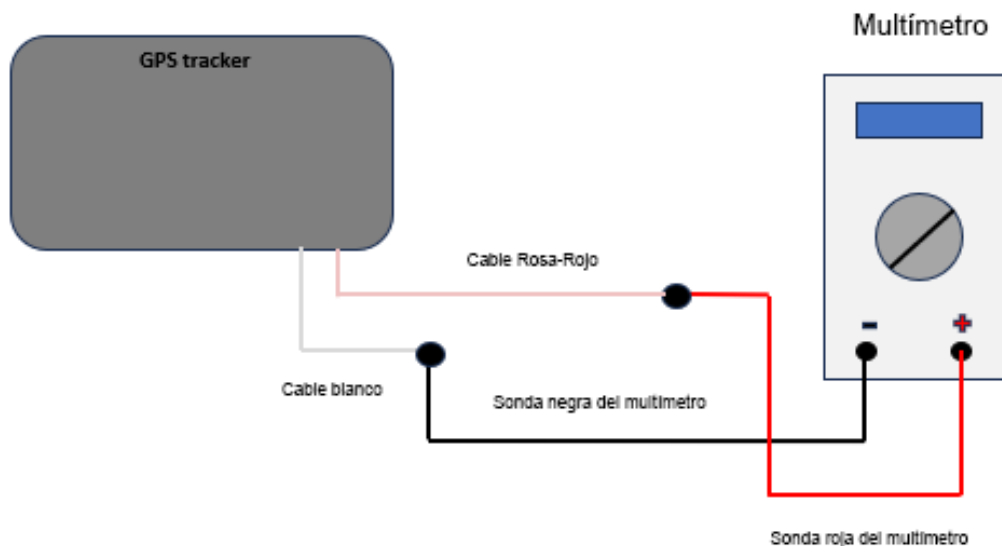

Fig.12 Diagrama de conexión
2. Monte el circuito de conexión de acuerdo con la "Fig. 12 Diagrama de conexión".